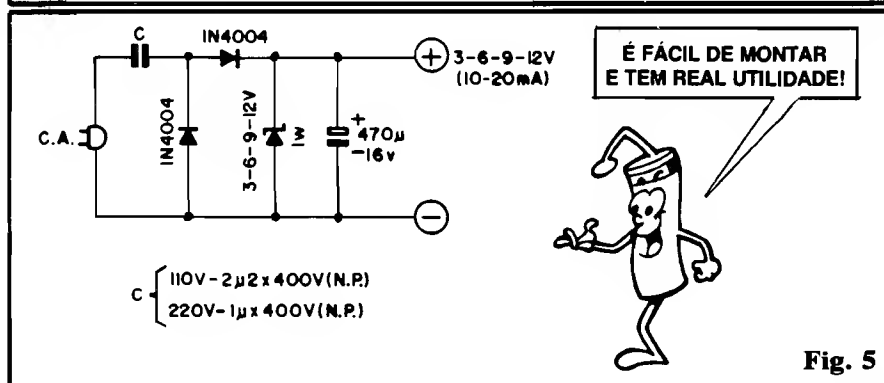

Fig. 5
- FIG. 5 - Aplicando o que aprendemos sobre os Capacitores em C.A., principalmente os aspectos sobre a REATÂNCIA e sobre o "defasamento" entre Corrente e Tensão, juntando com o que já